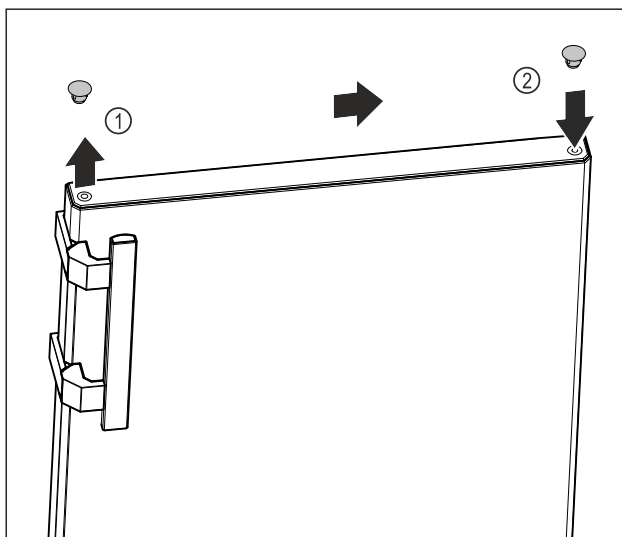

Fig. 16
- С плоска отвертка внимательно повдигнете покриващата тапа от горната страна на вратата Fig. 16 (1) и я извадете.
- Поставете покриващата тапа от другата страна. Fig. 16 (2)